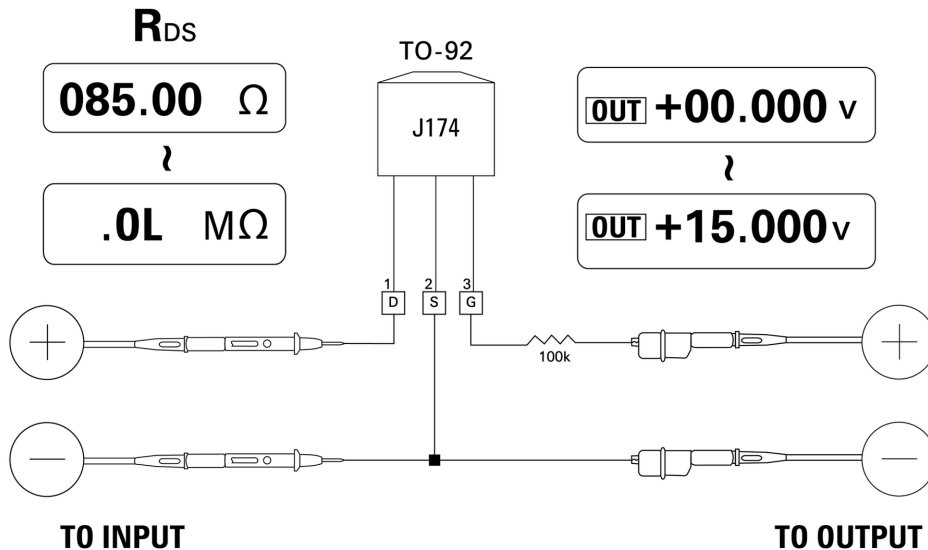

Figura 5-12 JFET de canal p
- 4 Diminua gradualmente a saída de tensão de +00,000 V para +15,000 V. O valor R_{DS} aumentará de acordo (Figura 5-12 na página 107).